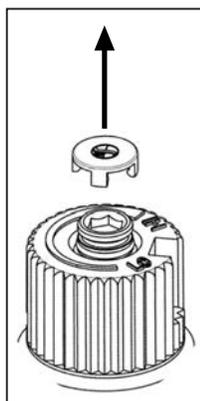

Figure 11: Retrait du capuchon de valve.
- a) Retirez le capuchon de protection noir du bouton HI/LO à la main comme illustré à la Figure 11.
- g) Remettez le capuchon de protection noir qui a été retiré à l'étape a (Figure 11).